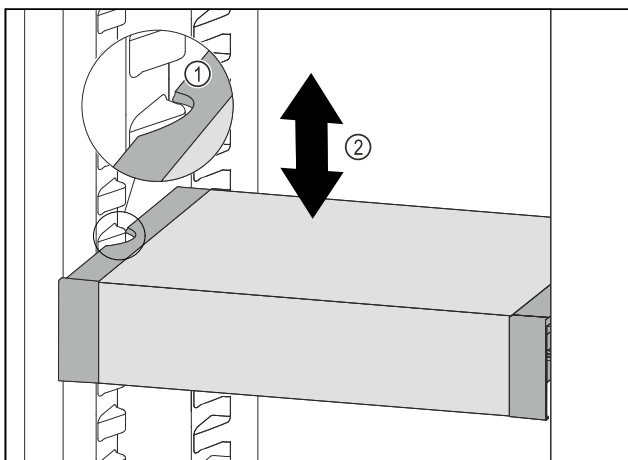

Fig. 92
- VarioSafe vucite prema naprijed sve dok se bočni otvori VarioSafe ladice ne nađu na visini žlijeba spremnika u hladnjaku. Fig. 92 (1)
- Pomičite ladicu VarioSafe u hladnjaku prema gore ili dolje sve dok ne dosegnete željenu visinu. Fig. 92 (2)